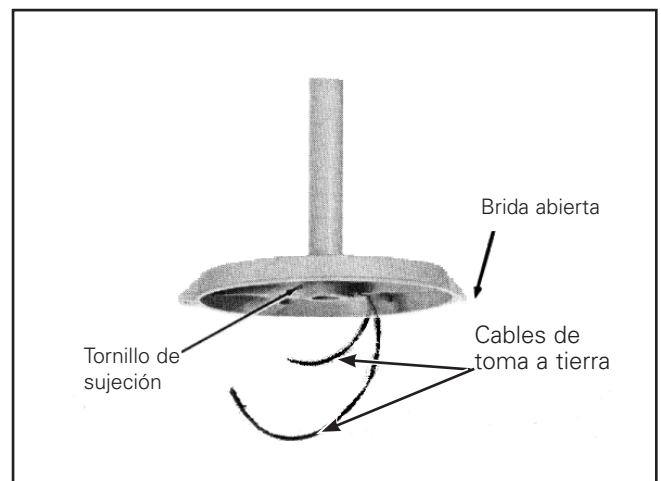

Figura 1.
- Montaje suspendido, sobre barras: Enrosque con firmeza sobre el conducto del tamaño NPT correspondiente. Ajuste el tornillo ubicado en el eje del conducto (Figura 1).